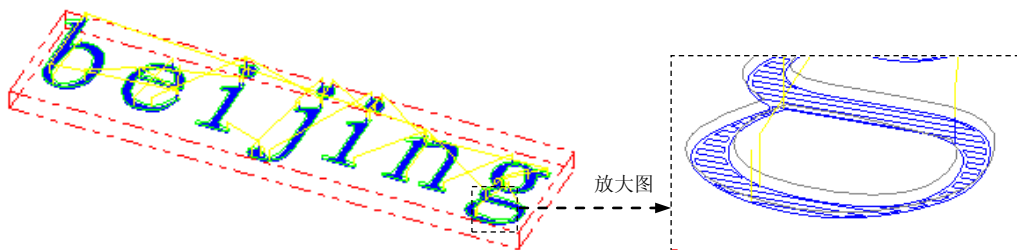

图 4.5.15 刀具路径
Step3. 单击“雕刻”对话框中的 ☒ 按钮，完成加工参数的设置，此时系统将自动生成图 4.5.15 所示的刀具路径。
(1) 在“操作管理”中单击 刀路 - 128.5K - TEXT.NC - 程序号 0 节点，系统弹出“刀路模拟”对话框及“刀路模拟控制”操控板。
(2) 在“刀路模拟控制”操控板中单击 按钮，系统将开始对刀具路径进行模拟，结果与图 4.5.15 所示的刀具路径相同，在“刀路模拟”对话框中单击 按钮。